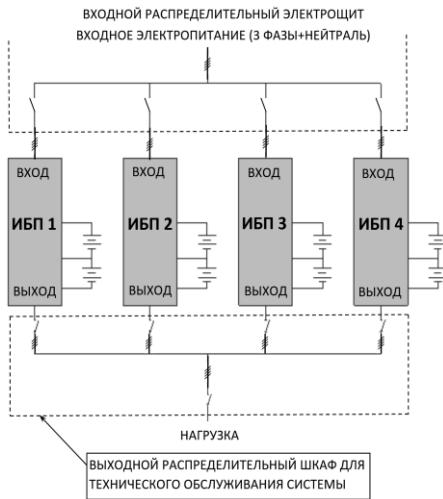
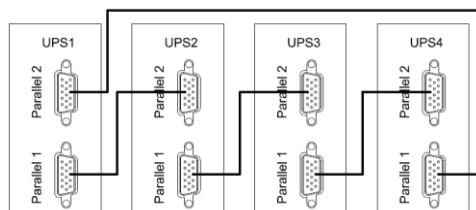

Рисунок 24 — Пример схемы подключения четырех изделий в систему параллельного резервирования с выходным распределительным шкафом.
Рисунок 25 — Схема соединения изделий в «кольцо» через параллельные порты
**Изделие имеет встроенный параллельный контроллер и может работать в системе бесперебойного питания с параллельным резервированием (см. рисунок 24 и рисунок 25). Целью такой системы является либо повышение надежности (резервирование), либо увеличение общей выходной мощности (масштабирование). При исправности всех соединенных параллельно изделий (от двух до четырех) нагрузка равномерно распределяется между ними, а в случае выхода из строя одного из изделий — перераспределяется между исправными изделиями, неисправное изделие отключается от системы.**
**Установите дополнительные внешние выходные выключатели (см. рисунок 24) между выходными клеммами каждого изделия и общими шинами, тщательно соблюдая фазировку.**
- отключите входное сетевое питания каждого изделия. Убедитесь в том, что все внешние выключатели разомкнуты (см. рисунок 24);
- Убедитесь в том, что все подключения входных/выходных проводов и последовательность фаз входных проводов выполнены правильно (см. раздел «ПАРАЛЛЕЛЬНОЕ ПОДКЛЮЧЕНИЕ ИЗДЕЛИЙ»). Установите автоматический выключатель АКБ (SF) (или выключатель группы предохранителей, при их использовании) в выключенное положение. Измерьте напряжение на положительной и отрицательной группах батарей. Убедитесь в том, что напряжение на клеммах обеих групп батарей в норме.
- Подайте трехфазное сетевое напряжение от распределительного щита питающей линии на все изделия (см. рисунок 24).